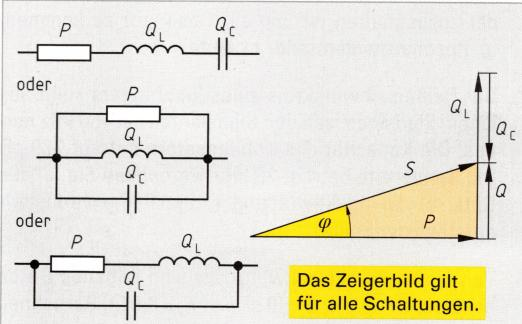

Bild 1: Zeigerbild der Leistungen
1. Der Motor eines Lüfters in **Bild 1** nimmt an 50 Hz 230 V einen Strom von 30 mA auf. Berechnen Sie die Scheinleistung.